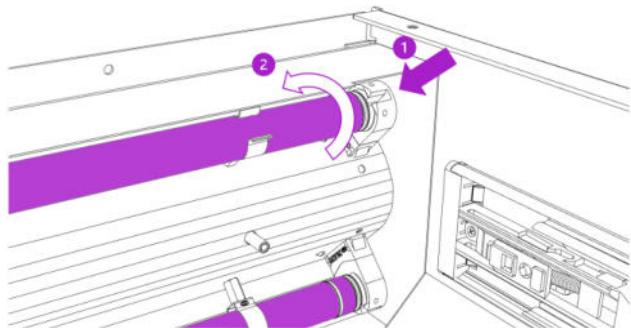

Fig. 18
1. Instale las nuevas lámparas UV-C como se indica en la Fig. 18 (1). Gire las lámparas UV-C en dirección a la flecha (2) hasta que escuche un chasquido. **Aviso:** Li.LAC solo funcionará si se instalan ambas lámparas UV-C .